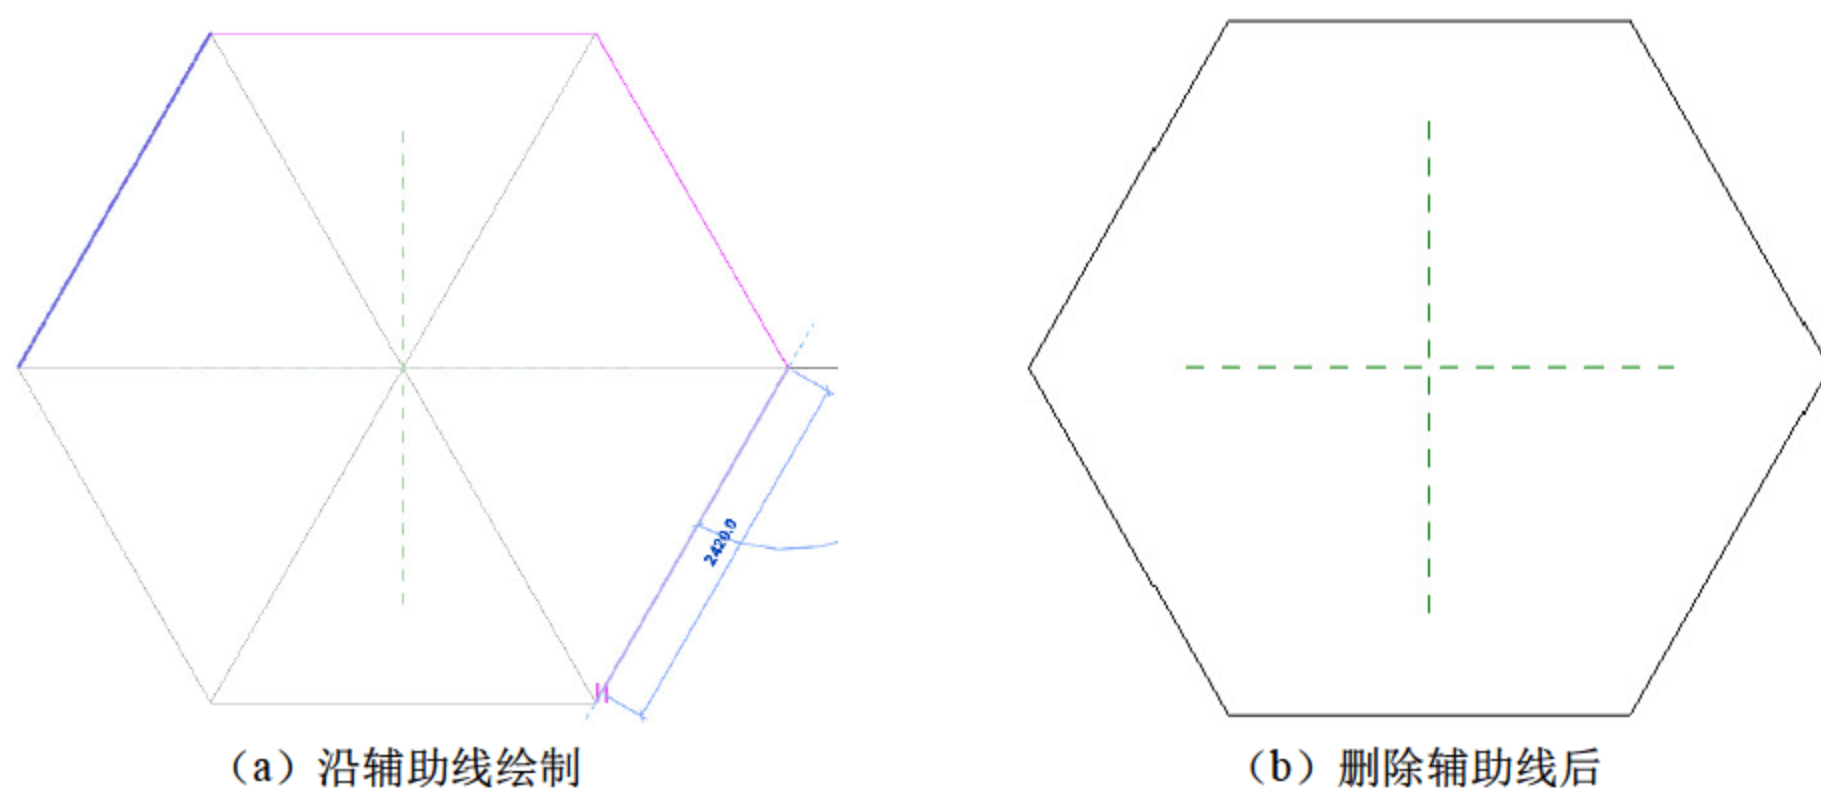

图 2.1.81 绘制多边承台
(4) 绘制多边承台。选择“创建”→“拉伸”→“直线”命令，绘制多边承台截面，如图 2.1.81 所示。绘制完成后，按 Delete 键，删除导入的 CAD 辅助线。